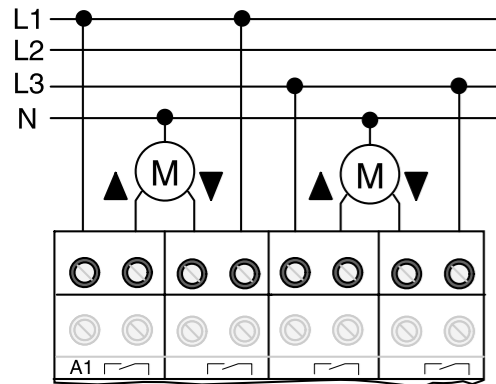

Bild 5: Anschluss von Jalousieantrieben
- Antriebe anschließen (Bild 5).